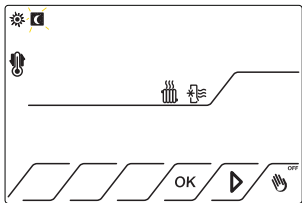

Fig.8
4.1.3 Premere il tasto  fino a posizionarsi sull'icona di Riduzione  /  di comfort che lampeggia. Fig.8